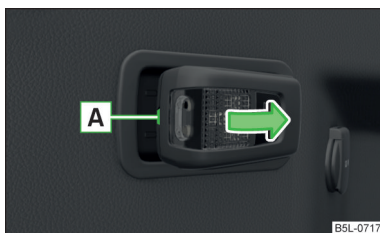

Fig. 185
- Scoateți lampa în sensul săgeții » fig. 185.